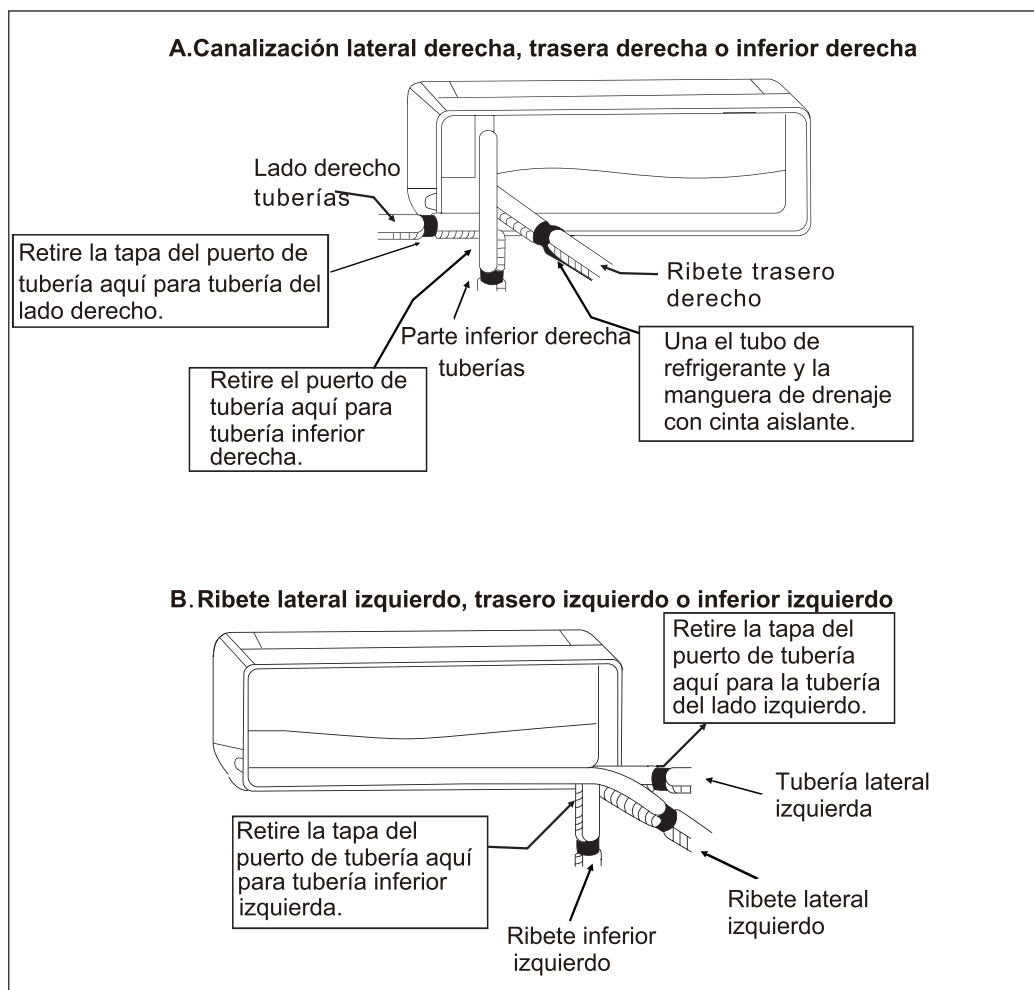

Fig 1
3. Envuelva el cable entre unidades, las tuberías de refrigerante y la manguera de drenaje con cinta aislante. (ver Fig 1)